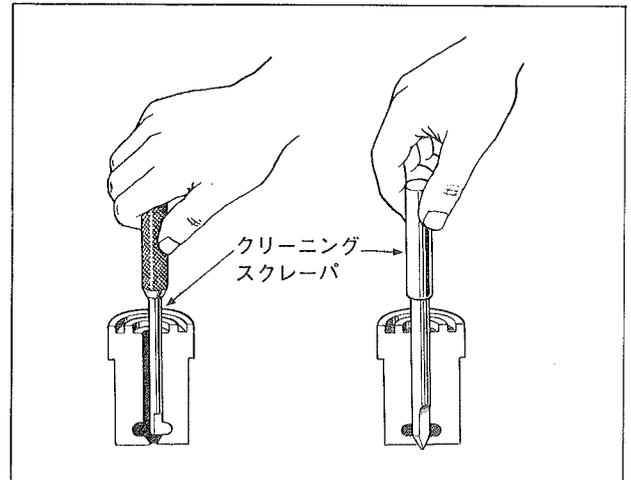

図4-314 ノズル シート清掃
- (1) ノズル シート部はクリーニング スクレーパを使用して、図4-314の要領で行なう。